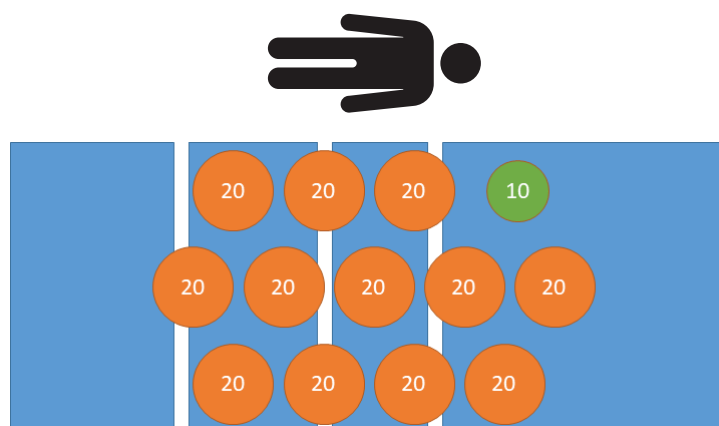

図 11 – 前負荷 - 250 kg
27. 較正済み分銅を使用して、あらかじめ250 kgを製品に載せます (図 11)。